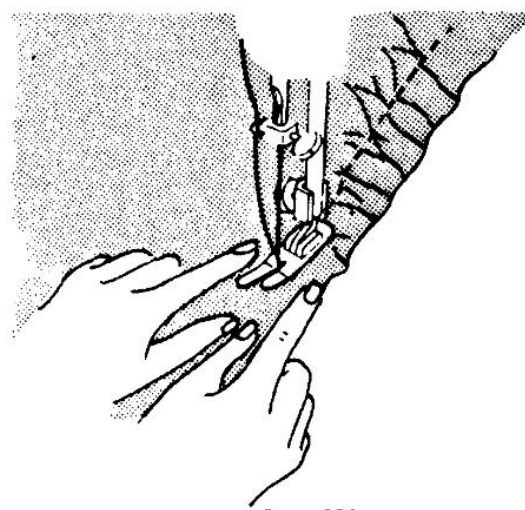

Рис. 173
3. Расположите указательные пальцы перед лапкой с обеих ее сторон, подталкивайте ткань под иглу во время строчки так, чтобы под стежки попадал избыток материала. Будьте осторожны, вы можете поранить пальцы. Строчите таким образом до конца детали (рис. 173).